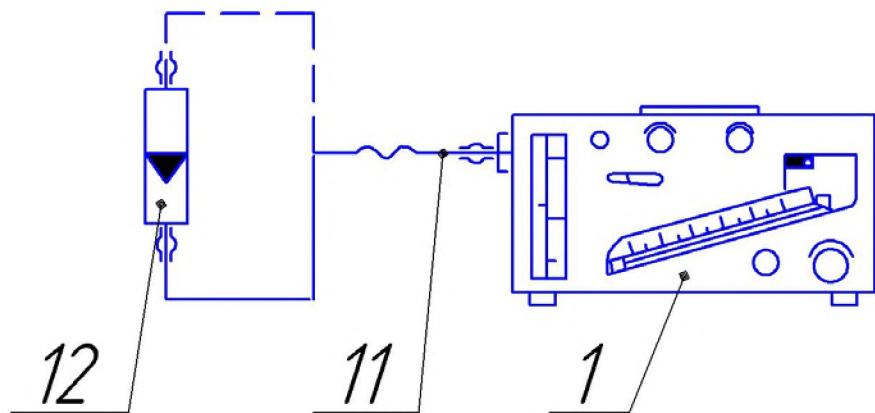

Рисунок 13 – Схема для определения погрешности расходомера
12.4.10 Для определения погрешности расходомера присоедините к штуцеру прибора ротаметр, как показано на рис. 13. Установите рычаг КЛАПАН в положение ОТКР., маховичок KP – в положение МАНОМЕТР, маховичок K3 – в положение ОТСАС., а маховичок ПОТОК поверните в сторону МЕНЬШЕ до упора. Штуцер манометра-реометра должен быть закрыт. Откройте вентиль баллона и вращением маховичка ПОТОК создайте в приборе такой поток, чтобы верхний (черный) поплавок расходомера установился против черной риски, обозначенной цифрой 1. Определите расход по показанию ротаметра с точностью до 0,1 дм³/мин. Увеличьте поток настолько, чтобы нижний (красный) поплавок расходомера устанавливался поочередно против рисок, обозначенных цифрами: 6, 7, 9, 10 и 15 (при необходимости замените